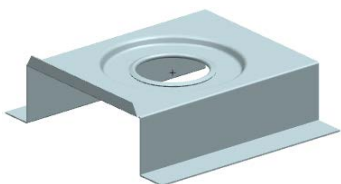
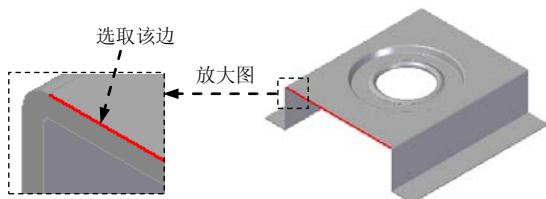

图 8.10.19 弯边特征 5
图 8.10.20 定义附着边
(4) 定义弯边属性及参数。单击“弯边选项”按钮 ，取消选中 ☐ 使用默认值* 复选框，在其“折弯半径(R)”文本框中输入值 0.2，单击  按钮。
(5) 单击  按钮，完成特征的创建。
Step9. 创建图 8.10.19 所示的弯边特征 5。
(1) 选择命令。在“主页”功能选项卡“钣金”工具栏下拉列表中单击“弯边”按钮 。
(2) 定义附着边。选取图 8.10.20 所示的模型边线为附着边。
(3) 定义弯边类型。在命令条中单击“完全宽度”按钮；在“距离”文本框中输入值 8，在“角度”文本框中输入值 90，单击“外部尺寸标注”按钮和“外侧折弯”按钮；调整弯边侧方向向上，如图 8.10.19 所示。